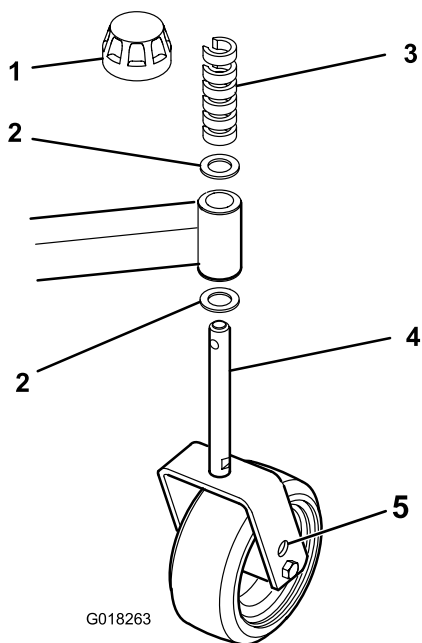

Figura 19
6. Regolate gli spessori, davanti o dietro i bracci delle ruote orientabili, per ottenere il passo corretto dell'apparato di taglio (Figura 19).